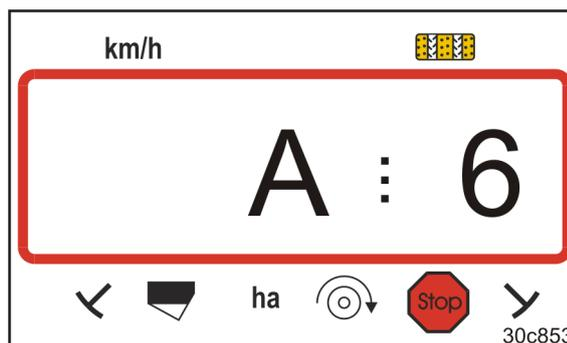

Fig. 32
- erscheint die Anzeige (Fig. 32)